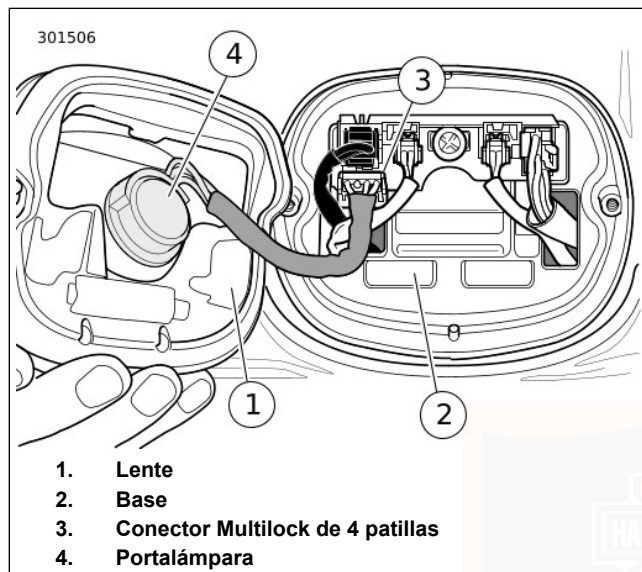

Figura 86. Conjunto de la luz trasera
2. Vea Figura 86. Desconecte el conector de la luz trasera (3).
2. Inserte el enchufe (4) en el conjunto de la luz trasera. Gírelo 1/4 de vuelta hacia la derecha.
3. Vea Figura 86. Conecte el conector de la luz trasera (3).